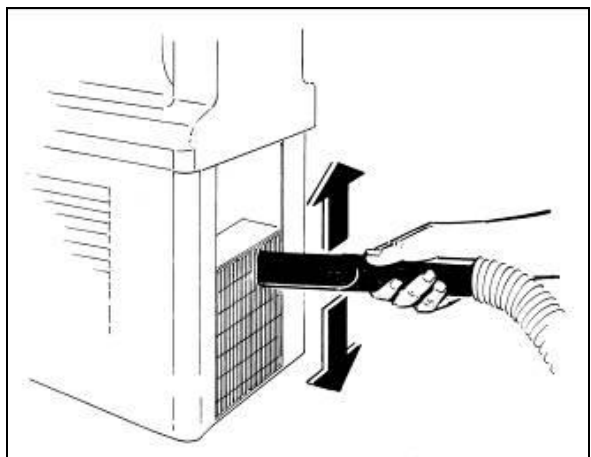

Fig. 47
- Con un aspirador quite el polvo que se ha infiltrado entre las láminas del condensador (fig.47).